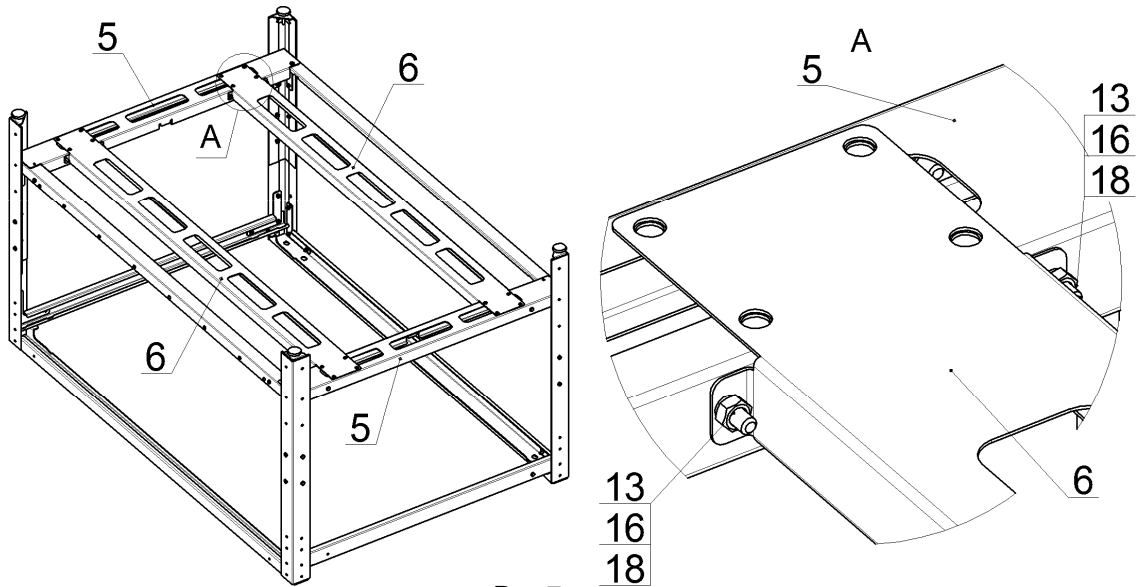

Рис.7
7. На профили боковые, нижние, поз.5 положить профили поперечные (1443 мм), поз.6 и закрепить их при помощи болтов М6х16, гаек и шайб, поз.13, 16 и 18, как показано на рис.7. Гайки не затягивать: